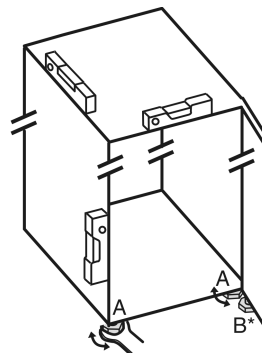

Fig. 33
- Odvrtite podesive nožice Fig. 33 (A) priloženim viličastim ključem i libelom prema van dok uređaj ne stoji čvrsto i ravno.
- Odvijte podesivu nožicu Fig. 33 (B) na podlošku ležaja priloženim viličastim ključem dok se ne podupre o pod.
- Nastavite okretati podesivu nožicu Fig. 33 (B) za 90°.